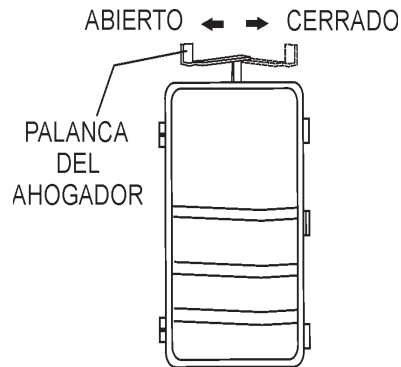

Figura 10. Palanca del ahogador
2. Coloque la **palanca del ahogador** (Figura 10) en la posición "CLOSED" "CERRADO" si arranca un motor en **frío**.
3. Coloque la **palanca del ahogador** (Figura 10) en la posición "OPEN" "ABIERTO" si arranca un **motor caliente ó en climas cálidos**.